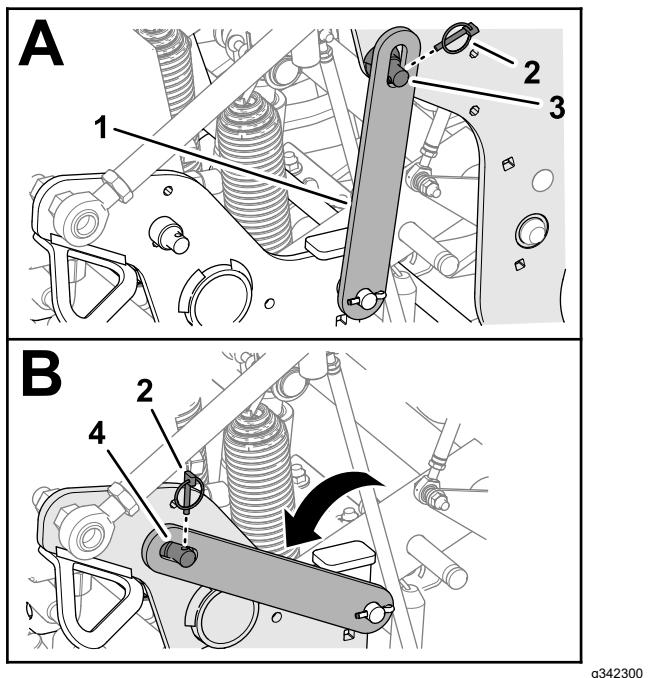

Figure 112
- Retirez la goupille à anneau qui fixe le verrou de service à la tête d'aération (Figure 112).